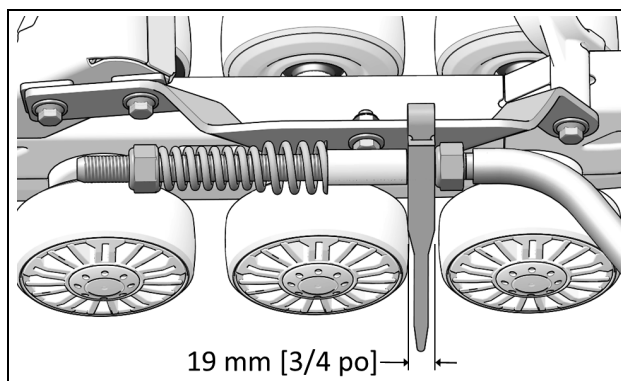

Figure 14
- IMPORTANT :** Contrevérifier la distance minimum de 19 mm entre l'écrou et le guide du bras stabilisateur. Réajuster au besoin. Figure 14.